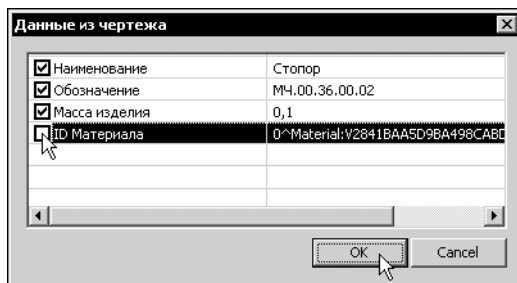

Рис. 5.4. Выбор параметров, импортируемых из чертежа
2. В открывшемся окне **Данные из чертежа** (рис. 5.4) снимите маркеры напротив тех параметров, которые не требуется импортировать из чертежа.